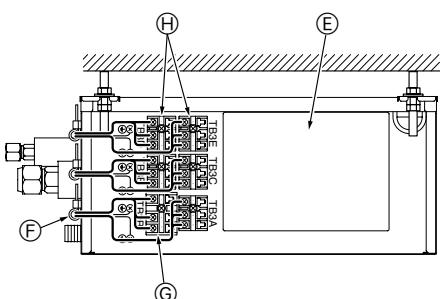

Fig. 9-3
- Her bir teli, kablo kelepçesiyle yerine tespit edin. (Fig. 9-3)
- Her bir teli sıkı bir şekilde ilgili terminal bloğuna bağlayın. (Fig. 9-3)